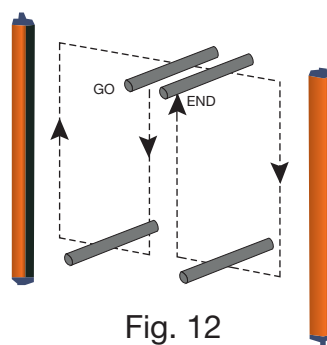

Fig. 12
- L'ESPE reste bloqué (**▶ I**) lorsqu'on interrompt les faisceaux le long de toute la zone contrôlée à l'aide de l'outil d'essai spécial (Test Piece) et selon le schéma de la Fig. 12.